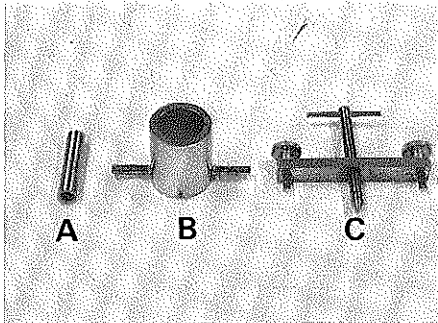

Fig. 15
- Für den Lagerwechsel steht unser Spezialwerkzeug zur Verfügung (Fig.15).
- Our special tools are available for bearing replacement (fig. 15).
- N'utiliser pour cela que notre outillage spécial (voir fig. 15).